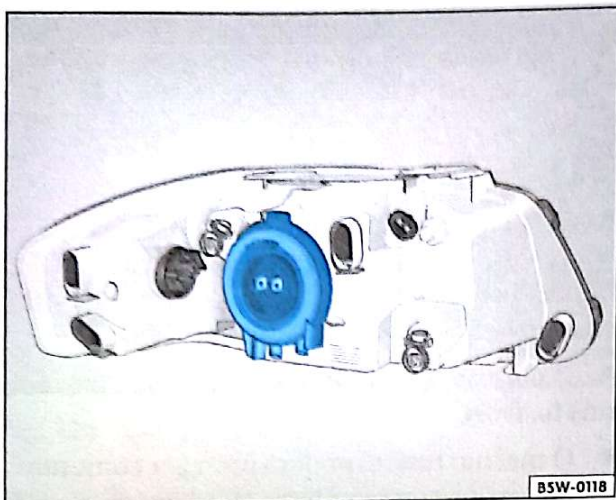

Fig. 129 Localização da lâmpada do farol baixo / alto e coifa de proteção
- Retire a coifa de proteção ⇒ fig. 129.